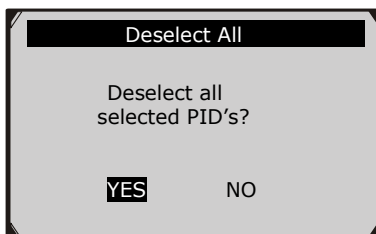

Figura 5.18
- Un mensaje aparece para pedir su confirmación. (Figura 5.18)